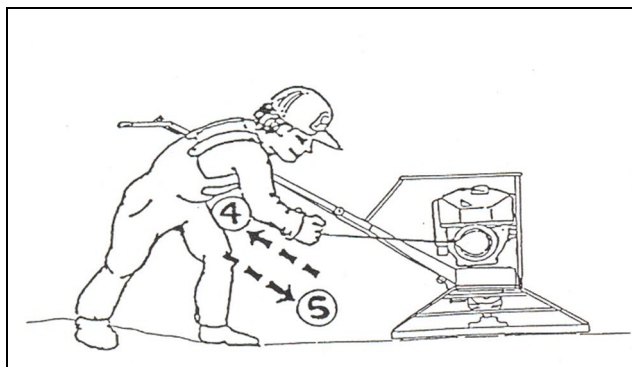

Figura 6-1
4. Tirare lentamente la fune di avviamento fino a trovare la resistenza della compressione, continuare a tirare lentamente fino a passarla appena (vedi figura 6.1 pagina seguente).
5. Rilasciare la fune riavvolgendola (vedi figura 6.1 pagina seguente).